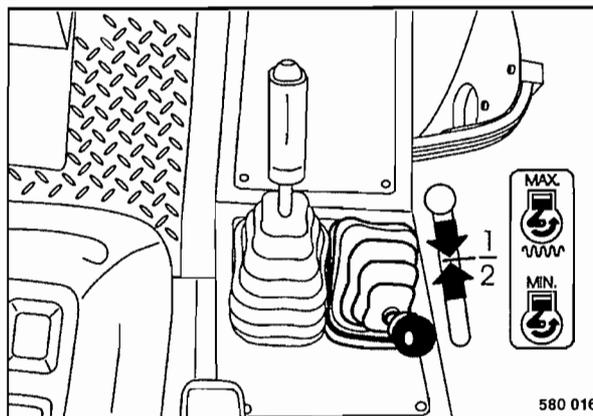

Fig. 29
- Colocar la palanca reguladora de revoluciones (Fig. 29) en aprox. 1/2 de pleno gas y mantenerla así.